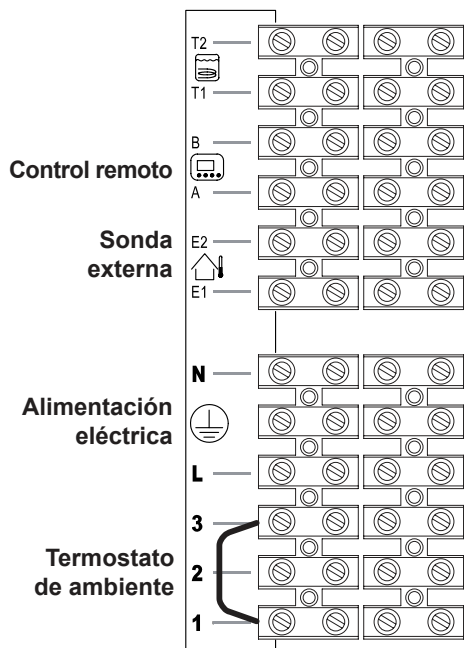
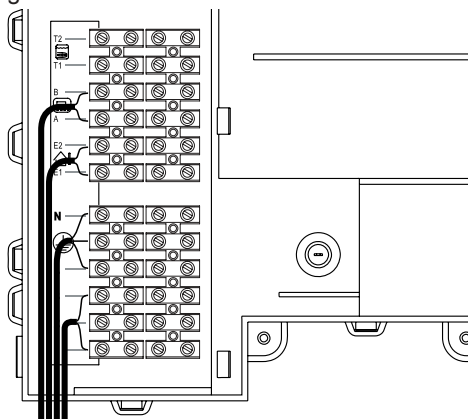

Figura 5.19
Figura 5.20
- Conecte el cable de alimentación eléctrica procedente del interruptor omnipolar a la bornera de alimentación eléctrica de la caldera (Figura 5.19) respetando la correspondencia de la línea (hilo marrón) y del neutro (hilo azul claro).
El cable o los hilos de alimentación eléctrica de la caldera y del termostato de ambiente deben seguir el recorrido indicado en la Figura 5.20.
Para conectar un termostato de ambiente use los bornes indicados en la Figura 5.19.
Para conectar válvulas de zona use los bornes del termostato de ambiente indicados en la Figura 5.19 y en la Figura 5.20. Los conductores eléctricos de los contactos del microinterruptor de la válvula de zona deben conectarse a los bornes "1 y 3" de la bornera del termostato de ambiente, como en la Figura 5.20.